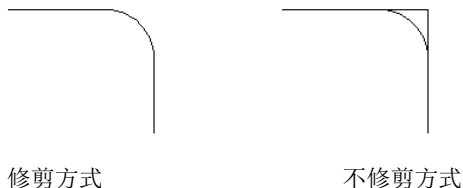

图 5-67 圆角连接
(1) 多段线(P): 在一条二维多段线的两段直线段的节点处插入圆滑的弧。选择多段线后系统会根据指定的圆弧的半径把多段线各顶点用圆滑的弧连接起来。
(2) 修剪(T): 决定在圆滑连接两条边时, 是否修剪这两条边, 如图5-67所示。